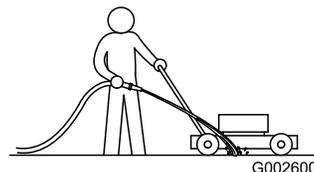

Figura 15
3. Com o motor a funcionar e a lâmina engatada, deixe correr água em frente da roda traseira **direita** (Figura 15).